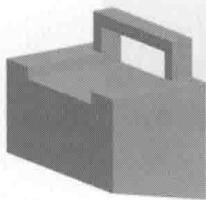
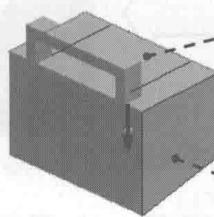

图 2.7 拉伸特征 3
图 2.8 定义草绘平面
Step4. 创建图 2.7 所示的拉伸特征 3。在 **模型** 功能选项卡的 **形状 ▾** 区域中单击“拉伸”按钮 ，选取图 2.8 所示的草绘平面和参考平面，方向为 **右**；绘制图 2.9 所示的截面草图，在操控板中定义拉伸类型为 **壁**，输入深度值 8，按 Enter 键确认；单击 按钮调整拉伸方向；单击 按钮，单击 按钮，完成拉伸特征 3 的创建。